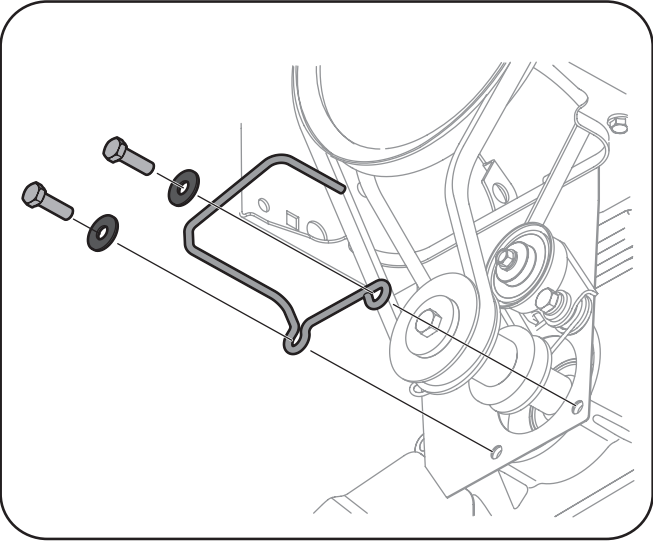

Figure 7-3
3. Si votre modèle est équipé d'un guide-courroie de fil, de rondelles et de boulons hexagonaux, comme illustré à la Figure 7-3, desserrez-les et retirez-les.